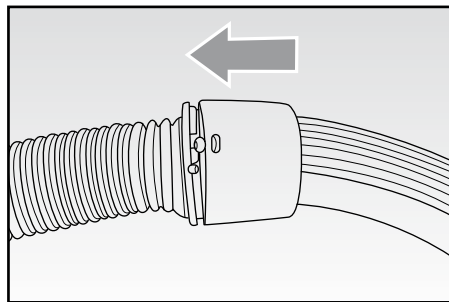

Fig. 2
- Montare l'impugnatura (H) sul manicotto (M) premendola leggermente in modo che la tacca sull'impugnatura si inserisca perfettamente all'interno dell'apposita asola presente sul manicotto (Fig. 2). Esercitare quindi una leggera trazione per verificare che siano stati assemblati correttamente.